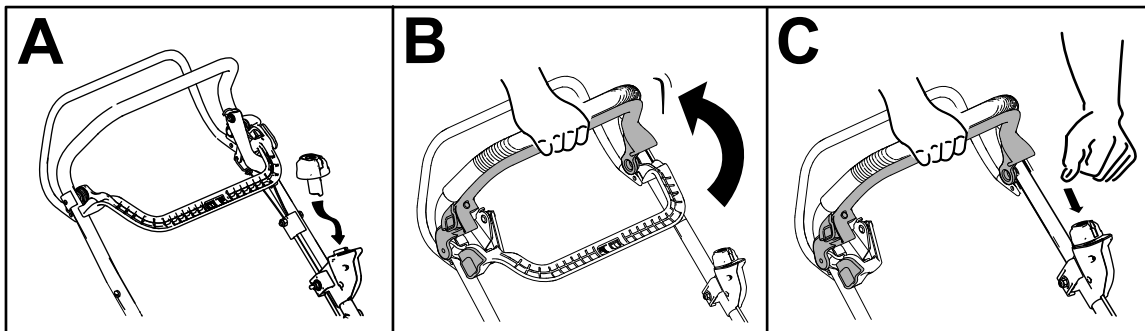

Figura 14
2. Introduceți butonul de pornire electrică în comutatorul demarorului (A din Figura 14).
3. Strângeți bara de comandă pentru lamă și înșurtați-o spre mâner (B din Figura 14).
4. Apăsăți butonul de pornire electrică și mențineți-l apăsat până când pornete motorul (C din Figura 14).